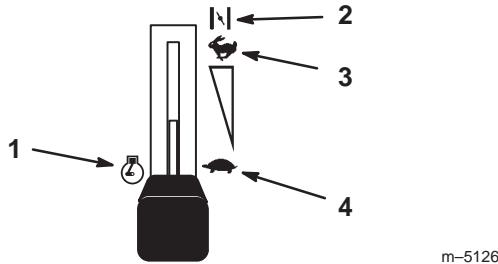

Figure 7
- Placez la manette d'accélérateur en position Starter (Fig. 7) pour démarrer à froid.
- Lorsque le moteur a démarré, placez la manette d'accélérateur à mi-course entre les positions de régime maximum et de ralenti (Fig. 7). Laissez chauffer le moteur pendant 3 à 5 minutes avant de mettre la manette d'accélérateur en position de régime maximum.
- Placez la manette d'accélérateur en position de ralenti (Fig. 7).